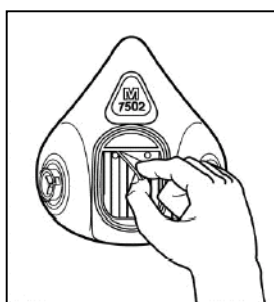

图 18
2. 将阀片的两个固定塞从塞孔中拉出，从阀座上拆下 3M™ 7583 呼气阀（参见图 18）。